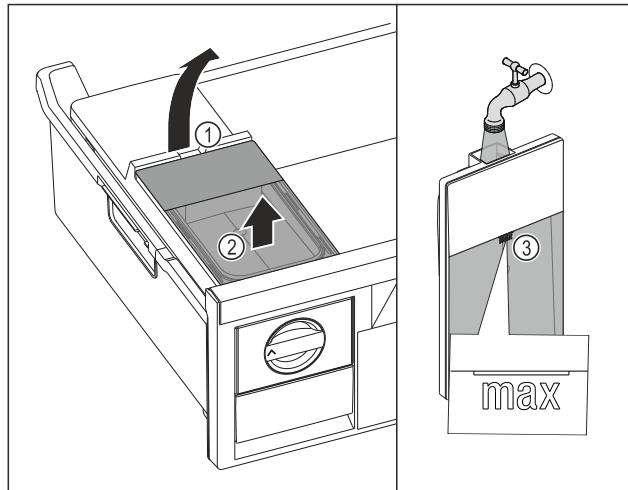

Fig. 80
- Повдигнете резервоара за вода при прореза Fig. 80 (1).
- Извадете резервоара за вода нагоре. Fig. 80 (2)
- Напълнете резервоара за вода до маркировката Fig. 80 (3) с питейна вода.